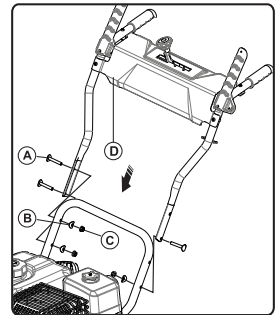

Рис. 2
- Установите панель управления в сборе на нижнюю планку рукоятки, как показано справа; используйте дуговой стопорный болт M8x45 (A), дуговую шайбу 8 (B) и шестигранную фланцевую гайку M8 (C), чтобы установить панель управления в сборе (D) в монтажное отверстие нижней планки рукоятки (см. рис. 2).